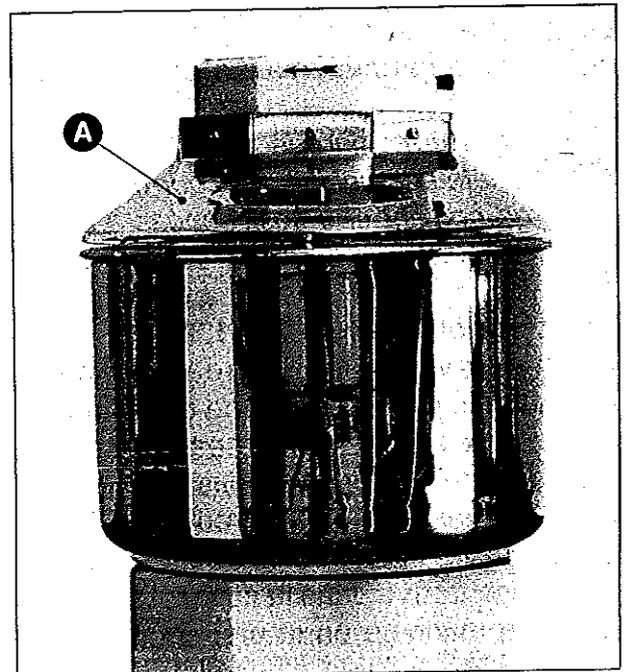

Fig. 16
- l'efficacité du dispositif de sécurité: ce dispositif est efficace si la machine se bloque lorsqu'on lève la protection (Fig. 16 **A**) de 10 à 15 mm;